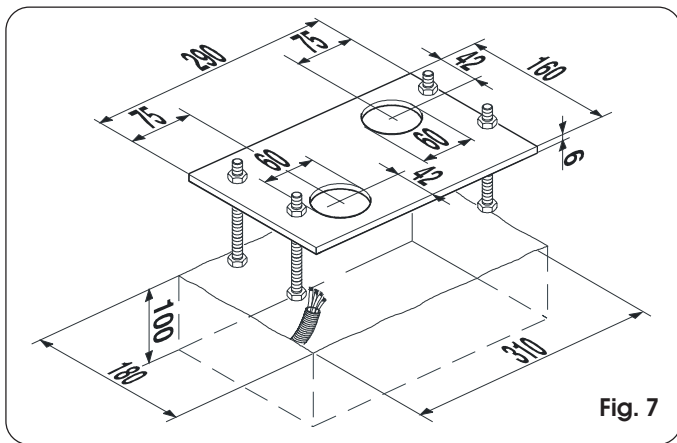

Fig. 7
- 3) Réaliser une base de fondation d'après la Fig. 7 et sceller la plaque de fondation en prévoyant une ou plusieurs gaines de passage des câbles électriques. Vérifier l'horizontalité parfaite de la plaque avec un niveau à bulle. Attendre que le béton prenne.